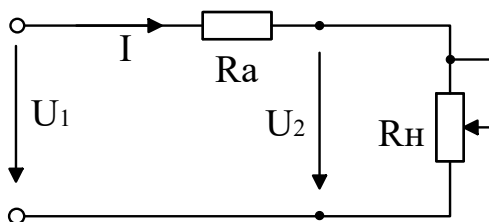

Рис. 2.1. Схема замещения ЛЭП постоянного тока
2.1. Схема замещения ЛЭП показана на рис. 2.1.